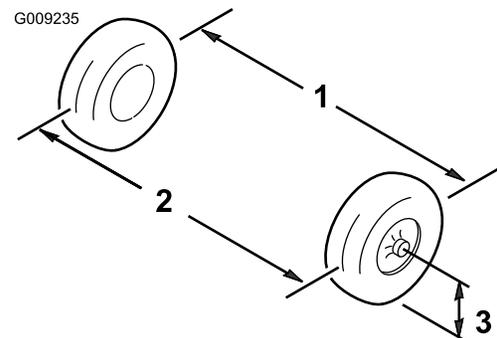

Figura 53
1. Mida la distancia entre los neumáticos delanteros a la altura del eje, en la parte delantera y trasera de las ruedas (Figura 53).